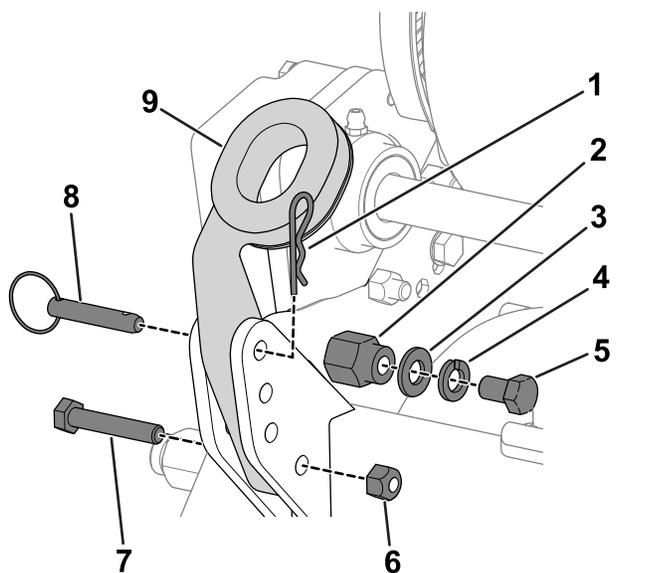

Рисунок 3
1. Удалите болты (5/16 дюйма), контргайки, штифты с кольцом и игольчатые шплинты, которые крепят нижние концы рычагов рукоятки к каждой боковой стороне машины (Рисунок 3).
2. Удалите болты (3/8 дюйма), шайбы и стопорные шайбы с монтажных штифтов на каждой стороне машины (Рисунок 3).
3. Вставьте торцевые части рукоятки в отверстия в рычагах рукоятки и совместите отверстия с монтажными штифтами (Рисунок 3).
6. Прикрепите рычаги рукоятки к задней части рамы с помощью снятых ранее болтов (5/16 дюйма), контргайки, игольчатых шплинтов и штифтов с кольцом (Рисунок 3).